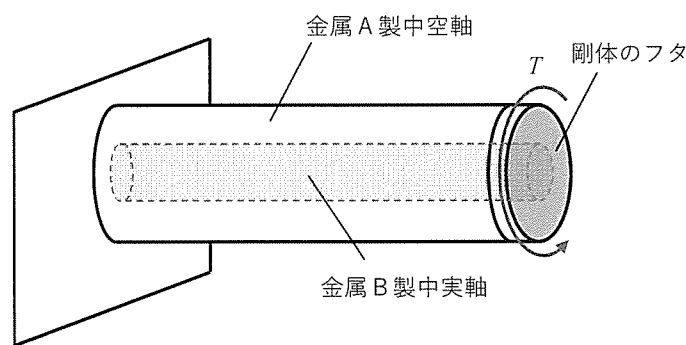

図 2-1
**問 2** 図 2-1 のように金属 A 製の中空軸の中に金属 B 製の中実軸を入れた組み合わせ軸がある。両軸の長さは等しく、左端で両者は壁に固定され、右端で両者は剛体のフタにより連結されている。右端にトルク  $T$  を作用させるとき、以下の問いに全て答えよ。ただし、中空軸は同心で外直径は  $D_1 = 80$  mm、内直径は  $d_1 = 40$  mm であり、中実軸の直径は  $D_2 = 30$  mm である。金属 A の許容応力は  $\tau_1 = 70$  MPa、金属 B の許容応力は  $\tau_2 = 160$  MPa であり、金属 A の横弾性係数は  $G_1 = 27$  GPa、金属 B の横弾性係数は  $G_2 = 80$  GPa とする。なお、長さ  $L$ 、直径  $d$ 、横弾性係数  $G$  の中実丸棒をトルク  $T$  でねじったとき、両端間のねじれ角  $\varphi$  は